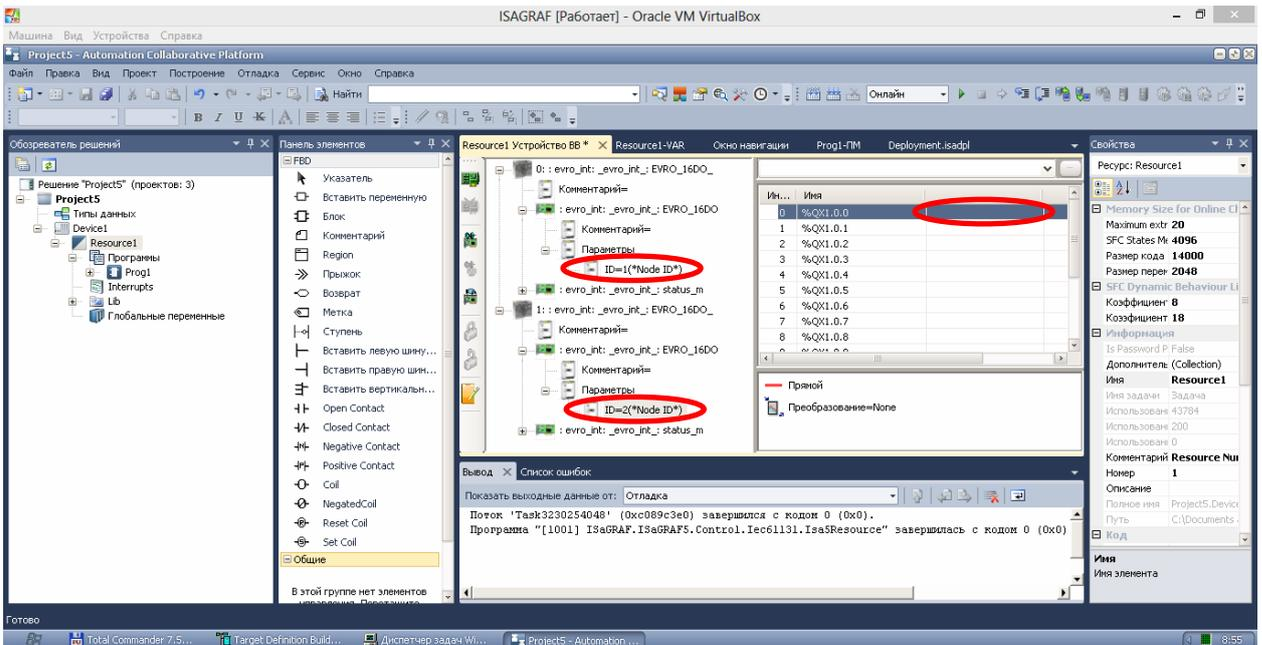

Рисунок 14. Настройка устройств EVRO\_16DO\_ и EVRO\_16DI\_.
15) Выставим в параметрах добавленных устройств соответствующие адреса Modbus устройств и два раза кликнем левой кнопкой по выделенному полю, чтобы открылось диалоговое окно выбора переменной для монтажа (рисунок 14).